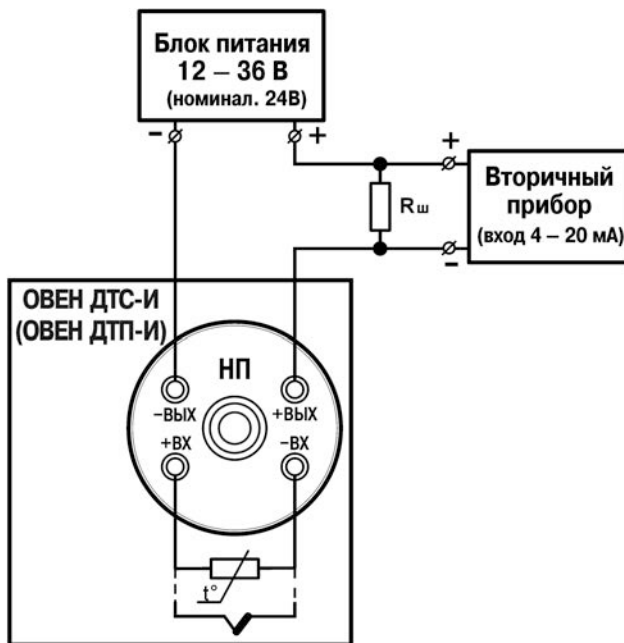

Рисунок 5.2 – Схема подключения датчика
5.2.7 Выполнить подключение датчика к измерительному прибору согласно схеме, см. рисунок 5.2.